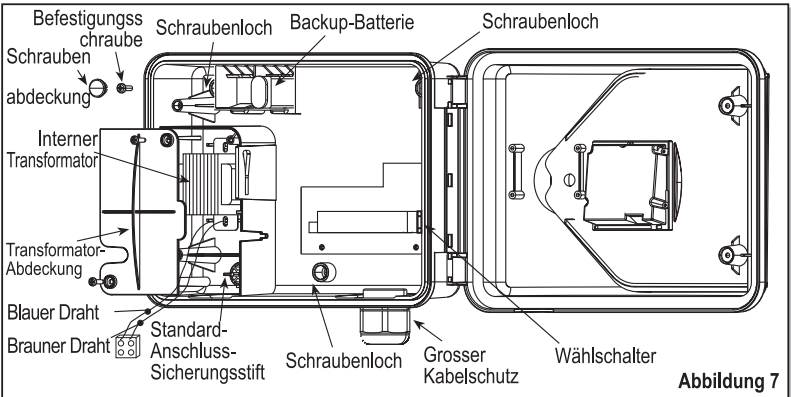

Abbildung 7
1. Um Zugang zum Verbindungsteil zu erhalten, öffnen Sie das Kontrollteil, indem Sie die Verschluss-Schraube auf der rechten Seite lösen, wie in Bild 7 gezeigt.